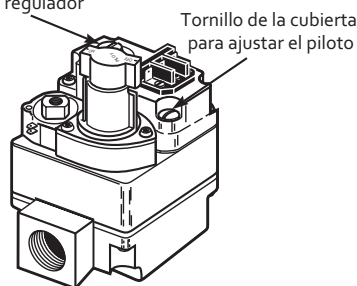

Figura 9. Ajuste del regulador de presión
2. Retire el tornillo de cubierta "Reg. Adj." (vea la figura 9).